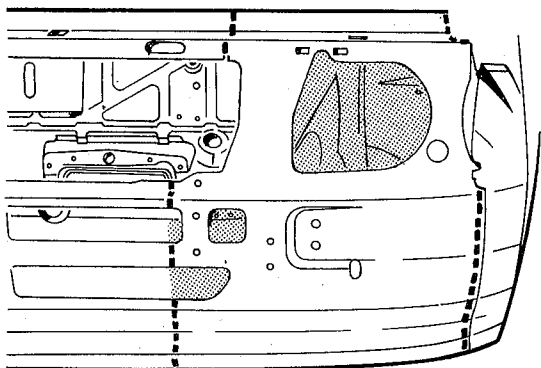

fig. 56
3. Marcar a área do painel dianteiro a ser removido, segundo a amplitude dos danos (fig. 56)